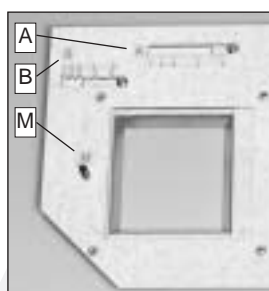

Fig. 2
5. Emhætten med det laveste tryk findes ved måling af trykket P_m (fig. 2) på nogle af de emhætter, der er placeret længst væk fra aggregatet.